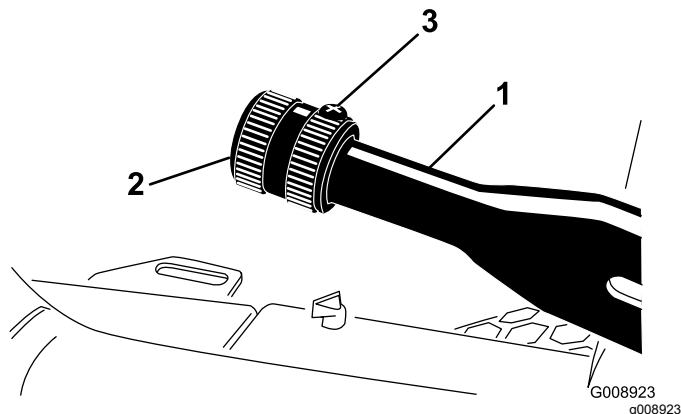

Bild 79
2. Lösen Sie die Stellschraube, mit der das Handrad am Feststellbremshebel befestigt ist (Bild 79).